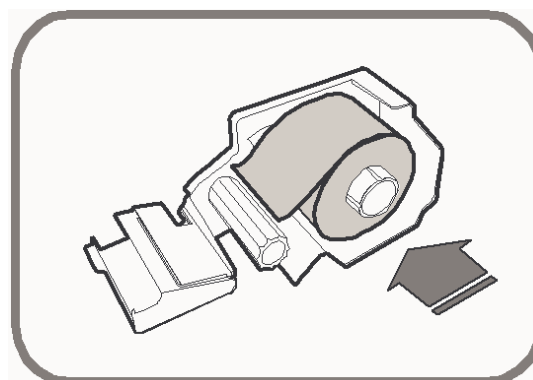

Рисунок 1.15 – Установка нового рулона
4. Установите новый рулон (см. рисунок 1.15).